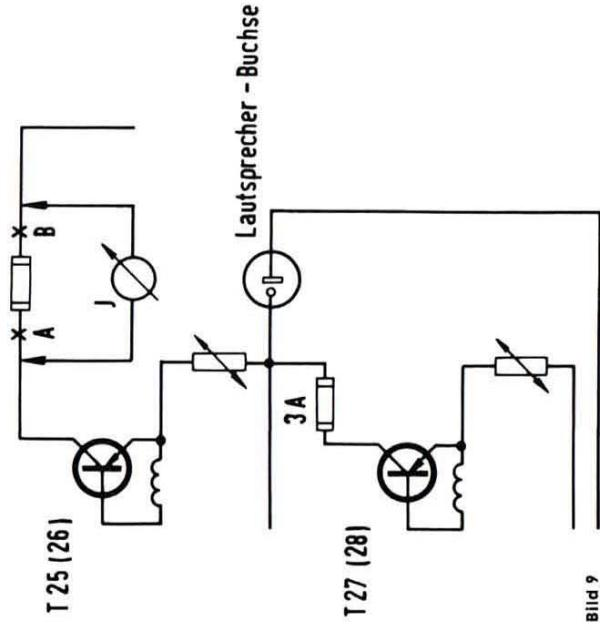

Bild 9
Die Schaltung nach Bild 8 mit den 5-Q-Belastungswiderständen wird an die Lautsprecherbuchsen des einzustellenden Verstärkers angeschlossen. Die Sicherung zwischen Punkt A und B (Bild 9) wird ausgelöst und ein Strommesser (Multivari) angeschlossen.
An einem der Meßausgänge in der Schaltung nach Bild 8 wird ein Voltmeter mit Nullpunktmitte (UV 4) gelegt. Die beiden Belastungswiderstände 5 Ω sind abzuschalten. Der Abgleich wird nun folgendermaßen durchgeführt: Mittels des Widerstands R 446 (446) wird ein Strom (Bild 9) von 40 mA eingestellt und anschließend die Symmetrie mit dem Regler R 437 (438) Nullabgleich des Voltmeters mit Nullpunktmitte. Da beide Einstellungen nicht unabhängig voneinander sind, müssen sie etwa zweimal wiederholt werden. Sind die Einstellwerte in Ordnung, wird die Sicherung wieder eingelöst und an den Lautsprecher-Buchsen nochmals die Symmetrie kontrolliert. Es darf keine Gleichspannung anliegen.